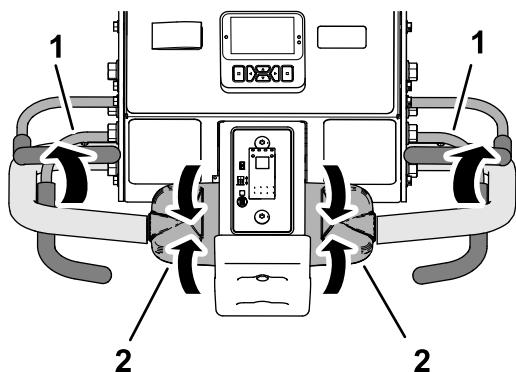

図 91
1. 走行コントロールから手を離してニュートラル位置に戻し、オペレータペイルから手を離す図 91。